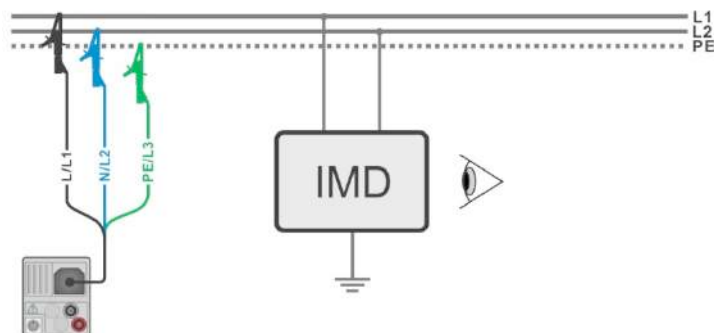

Рисунок 8.13: Измерение AUTO IT.
- › Подключите измерительные провода к испытываемому объекту, см. **Рисунок 8.13: Измерение AUTO IT**.